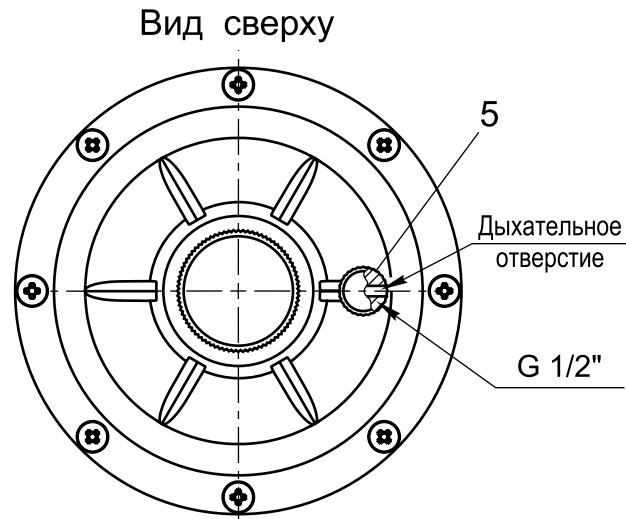

Рис. 4
4.2.11 В заглушке дыхательного отверстия 5 (см. рис. 4) выполнено отверстие малого диаметра. Для нормальной работы регулятора необходимо следить, чтобы отверстие оставалось открытым. Запрещается закрывать дыхательное отверстие. При необходимости возможно присоединение выводящего трубопровода к резьбовому отверстию, закрытому заглушкой дыхательного отверстия.